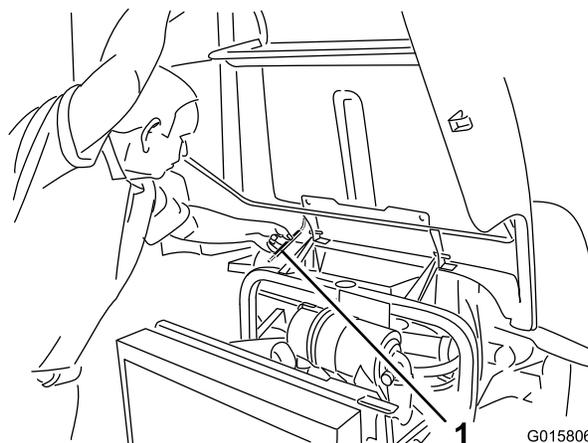

Figura 24
2. Sollevare il cofano fino a quando non è possibile posizionare l'asta di sostegno dietro il tubo del telaio (Figura 24).